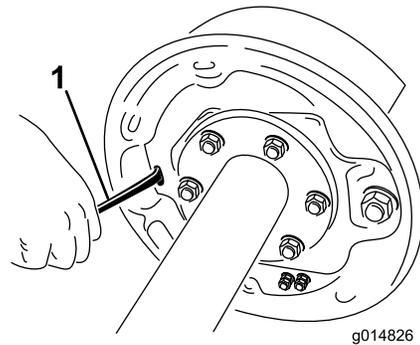

図 63
- 通常のねじ回しを使って、アジャスタアセンブリのスターホイールを回してブレーキシューを外側に開く 図 63。